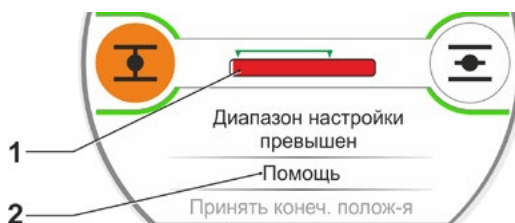

Рис. 11: Пройдена область конечного положения
■ Если движение продолжается дальше за допустимый диапазон настройки, то цвет индикаторной полосы (рис. 11, поз. 1) поменяется с зелёного на красный и на дисплее появится ‚Диапазон настройки превышен‘. Выберите ‚Помощь‘ (рис. 11, поз. 2) и нажмите кнопку Drive Controller. Появится указание изменить передаточное отношение сигнального редуктора. Подтвердите указание и поставьте передвигное колесо в сигнальном редукторе в соответствующее положение (см. п. 7), затем повторите настройку конечных положений.